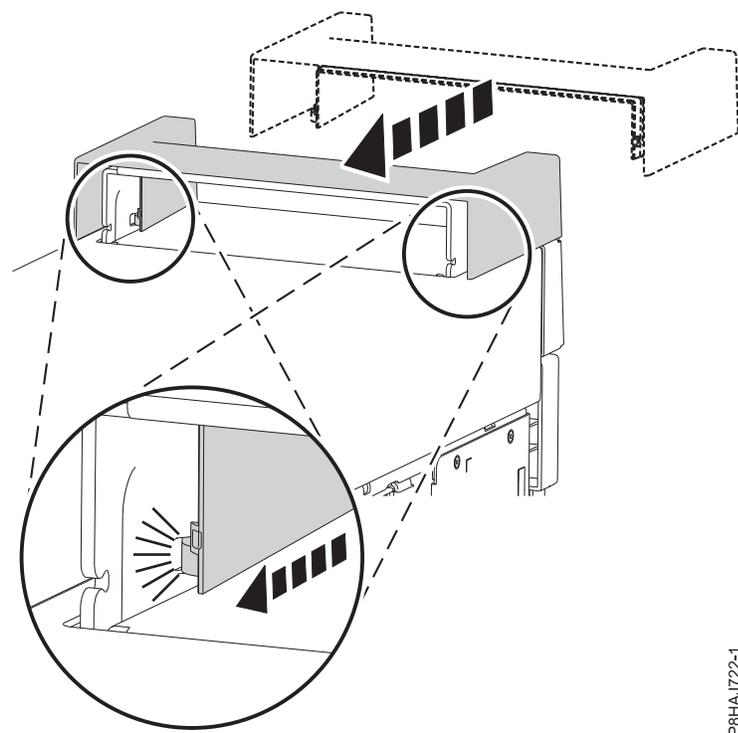

Figure 19. Mise en place de la poignée sur un système autonome 8286-41A
1. Fixez la poignée à la station d'accueil RDX interne (FC EUA3) en la faisant coulisser vers l'arrière du système. Voir figure 19.